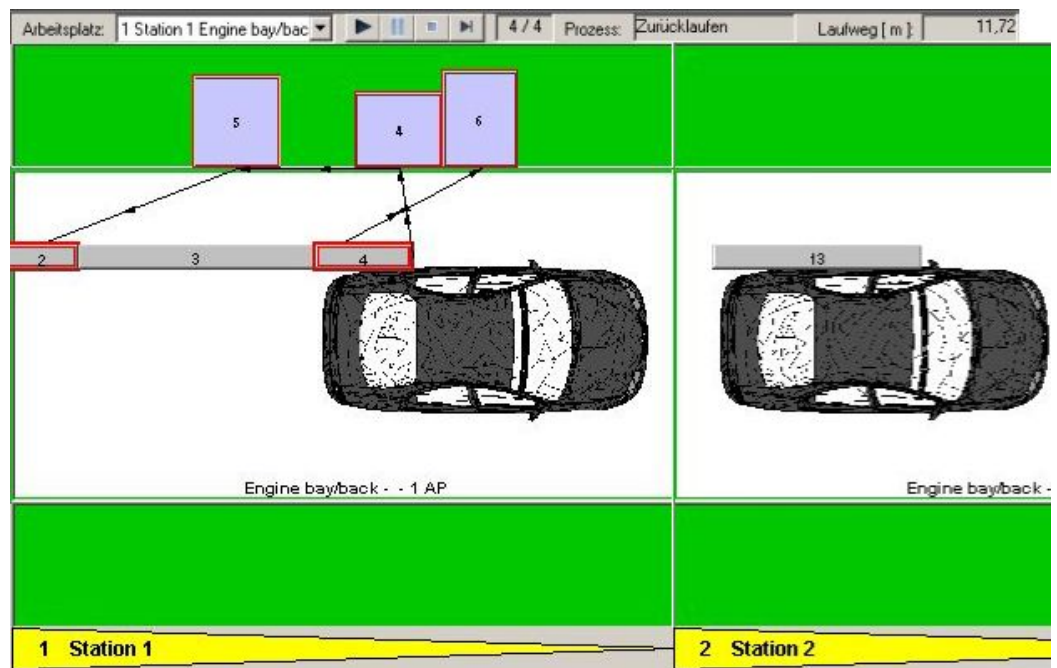

Abbildung 293: Beispiel für - Laufwege simulieren und anzeigen
- Ein Mitarbeiter holt sich für jeden zu verarbeitenden Prozess den Teilebedarf aus dem Teilebehälter separat. Siehe auch: Abbildung 293.
- Um das Simulationsfenster zu öffnen, klicken Sie im Kontextmenü auf *Laufwege anzeigen*. Siehe auch: Abbildung 293.
Siehe auch: Abbildung 293.